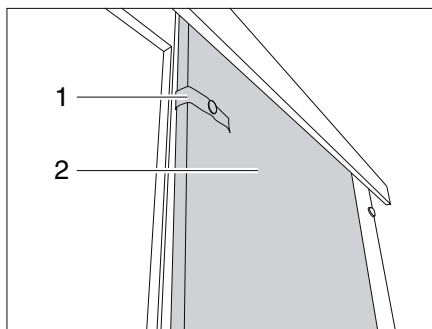

Fig. 77 Puerta corredera
- Soltar la cinta de seguridad (Fig. 77,1).
- Empujar la puerta corredera (Fig. 77,2) a la posición de cierre.
- Dirigir la puerta corredera (Fig. 77,2) a la posición de apertura.
- Fijar la puerta corredera con la cinta de seguridad (Fig. 77,1).